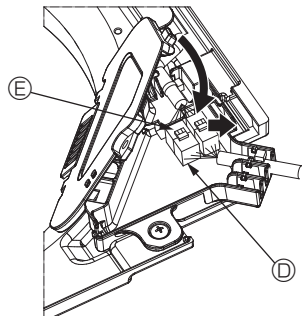

Fig. 10-9
- Konektör kutusu kapağını kapatın. Konektör kutusu kapağını kapatırken, ok ile gösterilen yönde kapağı kaydırın ve çıkıntının sıkıca yerleştiğinden emin olun. (Fig. 10-9)